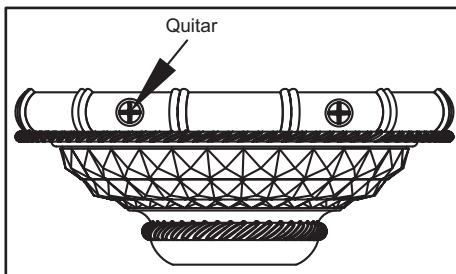

Figura 4
1. Retira la placa de montaje de la cubierta aflojando los cuatro tornillos de la parte superior de la misma (Figura 4).